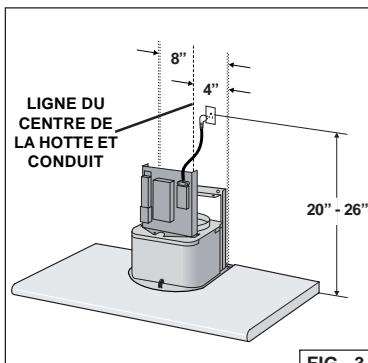
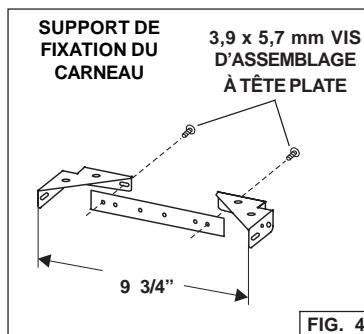

FIG. 3
FIG. 4
2. Installez un coffret de prise de courant murale de 2" x 4" et un réceptacle à 3 broches relié à la terre, et de 125 V et 15A. Fig. 3.
3. Montez le réceptacle de 20" to 26" au-dessus de la partie inférieure de la hotte (fig. 4). Localisez le réceptacle dans les limites indiquées, avec le conduit au centre (pour permettre le branchement du cordon d'alimentation et l'aération du conduit). Fig. 3.
- Assemblez le support de fixation du carneau en réglant la largeur extérieure comme indiqué. Fig. 4.
- Fixez l'assemblage du support au plafond au moyen de deux (2) vis de montage de 4,8 x 38 mm et d'ancres murales. Vérifiez que le support est enfoncé dans le mur adjacent et qu'il est centré au-dessus de la hotte.